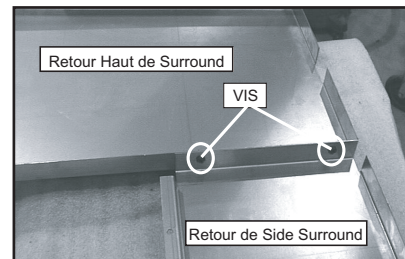

Figure 20.3
1. Fixez le panneau supérieur aux encadrements latéraux au moyen des vis fournies (**Figure 20.3**).